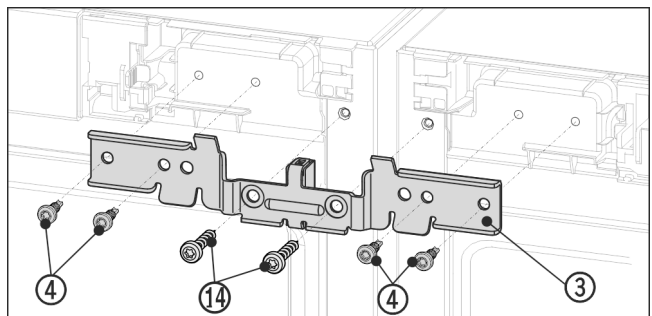

Fig. 13 Représentation à titre d'exemple
- ▶ Pousser l'équerre Fig. 13 (3) avec l'entretoise entre les appareils et sur le pivot. Visser sans serrer l'équerre avec quatre vis Fig. 13 (4) et les vis de terre préalablement dévissées Fig. 13 (14) de façon alternée à droite et à gauche.